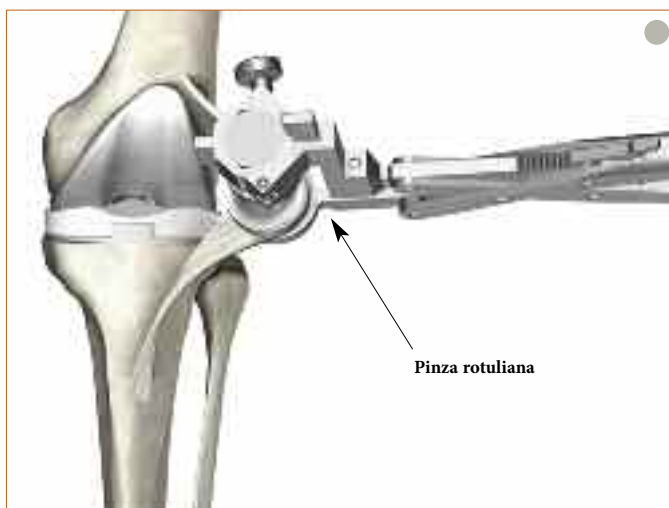

Figura 77
- ▶ La pinza rotuliana se mantiene en la posición correcta mientras el cemento fragua (Figura 77).